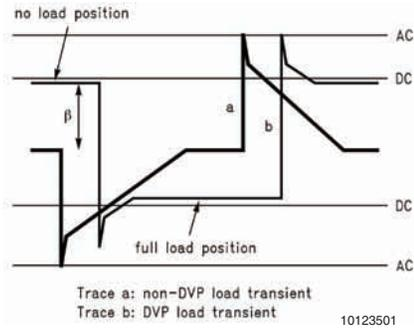

图1. 负载瞬态造成的DVP和非DVP输出电压瞬态
作为图解，如图1为两个负载瞬态响应波形，一个采用DVP，另一个没有。诸如初始输出电压容差（一般为在数字可编程控制器中的DAC容差）、纹波电压等因素都被排除在外。在该图中，标记有“AC”的线是瞬态窗口限制，标记有“DC”的线是稳态窗口限制。标记有“ V_N ”的线则是标称内核电压。
对于非DVP转换器，稳态内核电压不会随着负载电流而变化。因此，在任一方向上的瞬态之后，内核电压返回至 V_N 。参见“a”线。对于一个DVP转换器，内核电压是关于负载电流的函数。参见“b”线。在无负载情况下，内核电压接近DC窗口的上限，然而在满负载情况下，内核电压会接近DC窗口的下限。这为负载瞬态在两个方向上都提供了额外的裕度。在图1中， β 是DVP技术产生的额外瞬态裕量。标称输出电压也应该上升如此的数量值。
- 为了在快速负载瞬态期间实现与图1中“b”线类似的无摆响应，需要更好地细调转换器的环路特性。